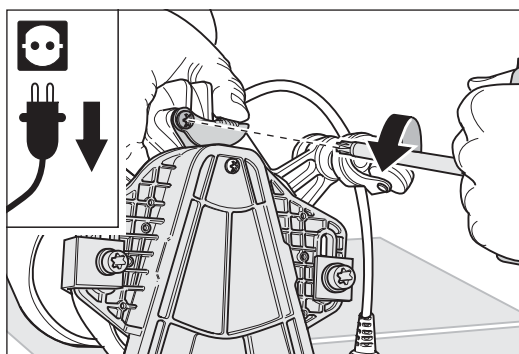

Fig. 28 Desenroscar el tornillo que fija la chapa tensora de la correa.
- 4 Desenrosque con la llave múltiple los tornillos que fijan la chapa tensora de la correa (Fig. 28).